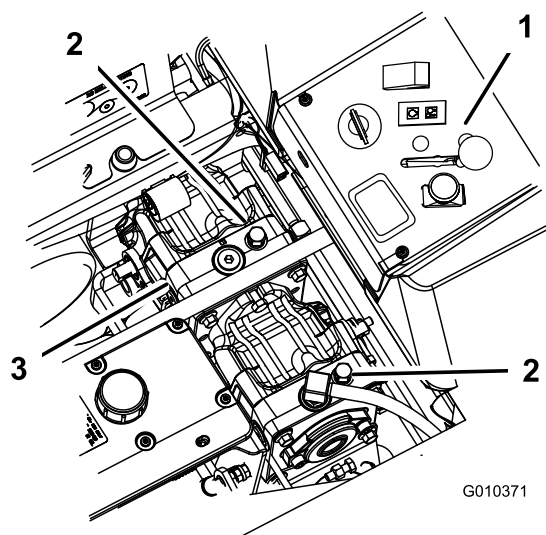

Figura 24
2. Girate ogni valvola di bypass di un giro in senso antiorario. Il fluido idraulico bypassa quindi la pompa, consentendo alle ruote di girare (Figura 24).
Girate le valvole di bypass di un giro in senso orario per azionare la macchina (Figura 24).